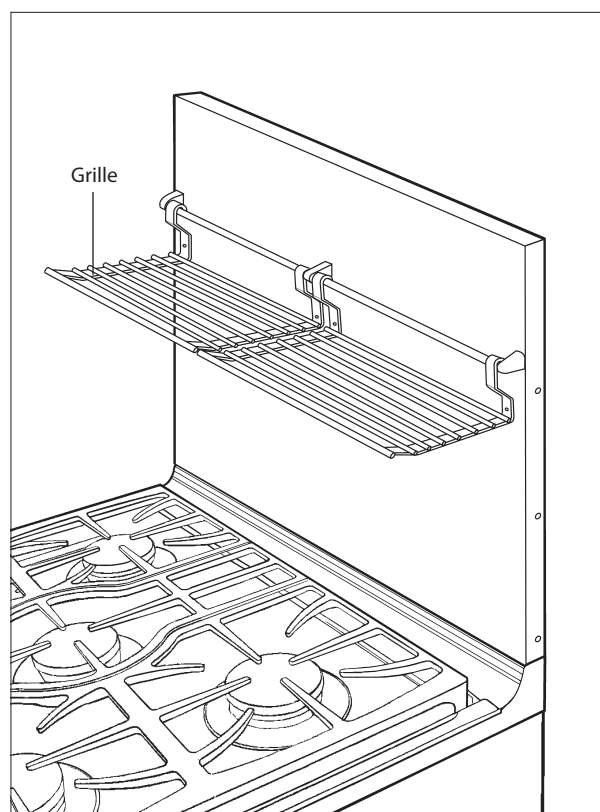

Fig.06
6. Fixez les grilles à la tige (fig. 06, page 5). Chaque grille peut supporter un poids maximum de 4,5 kg (10 lb).